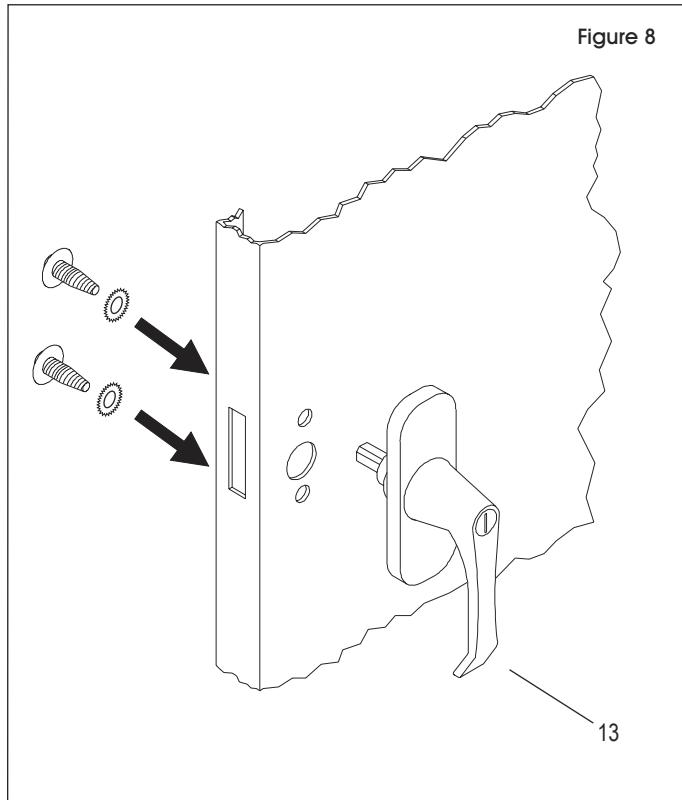

Figure 8
1. Placez la poignée de porte (13) sur la porte droite et fixez à l'aide de deux boulons fendus et deux rondelles de blocage. (Voir Figure 8)